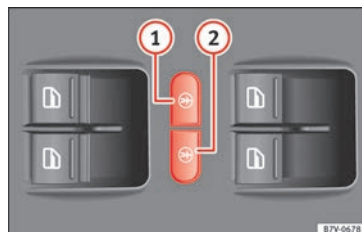

Fig. 51 En la puerta del conductor: teclas del seguro eléctrico para niños.
El seguro eléctrico para niños evita la apertura y el cierre de puertas corredizas y de los elevalunas eléctricos de las mismas desde el interior, para que los niños no abran una puerta por error durante la conducción. Con la tecla izquierda » fig. 51 ① o derecha ② se activa el seguro para niños en el lado trasero izquierdo o derecho, respectivamente.
Activar:	Pulse la tecla » fig. 51 ① o ②.